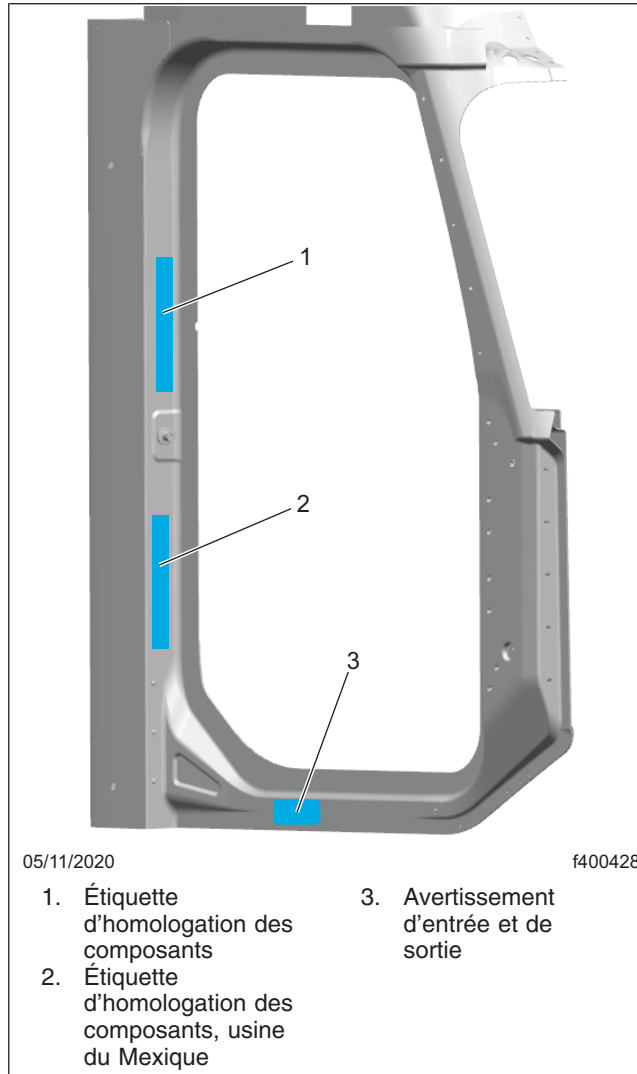

Fig. 4, Emplacement de l'étiquette d'homologation des composants, usine du Coronado
3. Ouvrez la portière côté passager, puis localisez l'étiquette d'homologation des composants. Reportez-vous à la **Figure 4**. Reportez-vous à la **Figure 5** pour un exemple d'étiquette d'homologation des composants Freightliner.